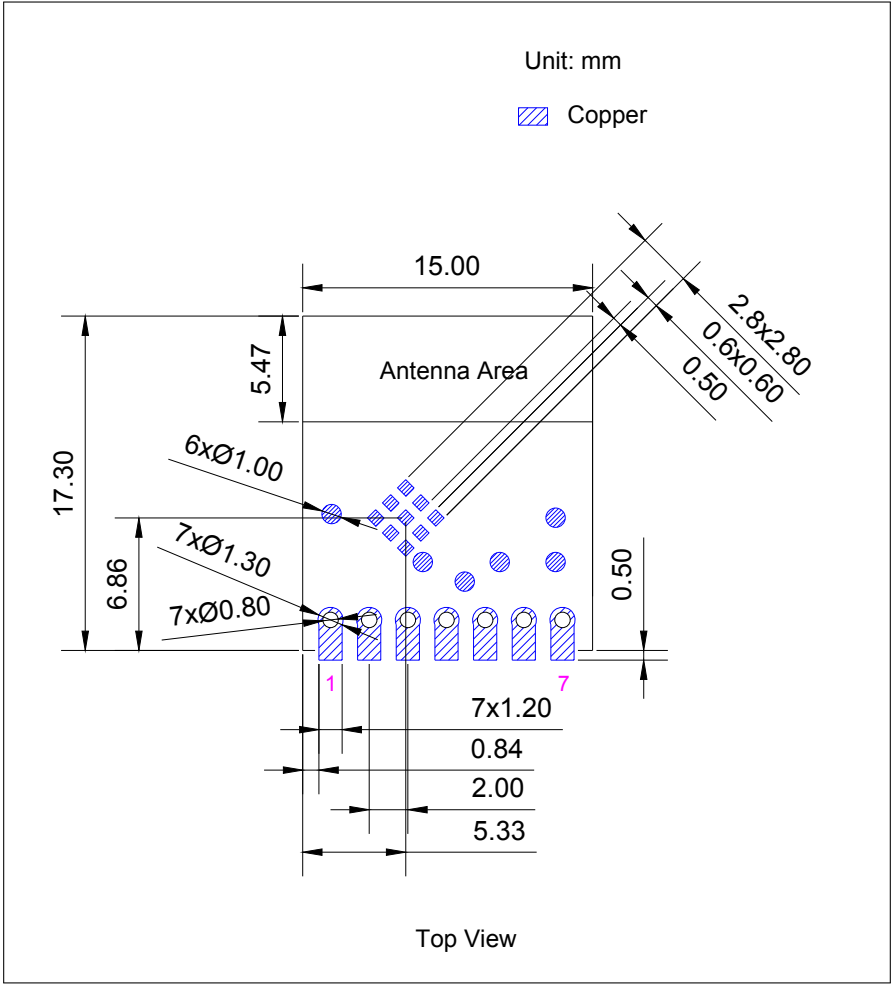

图 11-1. 推荐 PCB 封装图形
- 推荐 PCB 封装图，标有 PCB 设计所需的全部尺寸。详见图 11-1 推荐 PCB 封装图形。
- 推荐 PCB 封装图的源文件，用于测量图 11-1 中未标注的尺寸。您可用 Autodesk Viewer 查看 ESP8685-WROOM-05 的封装图源文件。